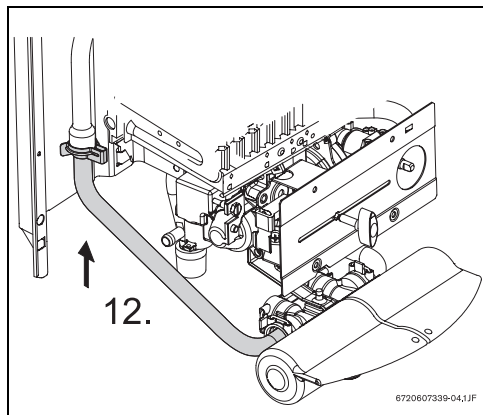

Fig. 4
- Effectuer le raccordement d'eau chaude entre le mélangeur et l'appareil (→ Fig. 4, pos. 12).